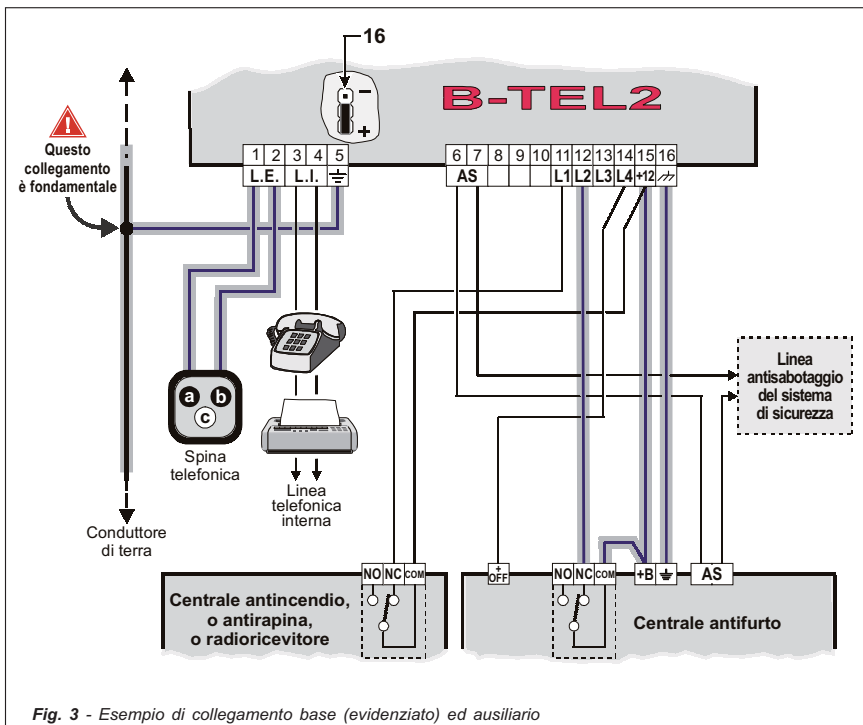

Fig. 3 - Esempio di collegamento base (evidenziato) ed ausiliario
I collegamenti base sono quelli indispensabili per il funzionamento dell'avvisatore e vengono illustrati, con le linee evidenziate, in Fig. 3. In questo esempio di collegamento, la linea di allarme L1 è collegata al contatto normalmente chiuso (NC) della centrale antifurto e riceve, in condizioni normali, il positivo di alimentazione.
I collegamenti ausiliari non sono indispensabili per il funzionamento dell'avvisatore, ma consentono di sfruttare al massimo la versatilità di questo dispositivo. Tutti questi collegamenti sono riportati in Fig. 3 e vengono descritti nei paragrafi seguenti.
Antisabotaggio - Il collegamento dei morsetti antisabotaggio permette di rilevare eventuali tentativi di manomissione del contenitore dell'avvisatore. In Fig. 3 questi morsetti sono collegati in serie alla linea antisabotaggio del sistema di sicurezza.